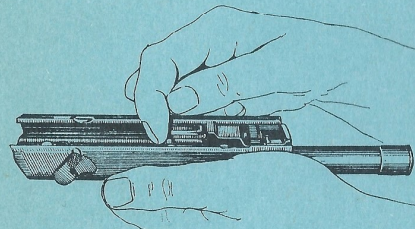

Bild 7
- Riegelbolzen m. Zeigefinger zurückdrücken (Bild 7).